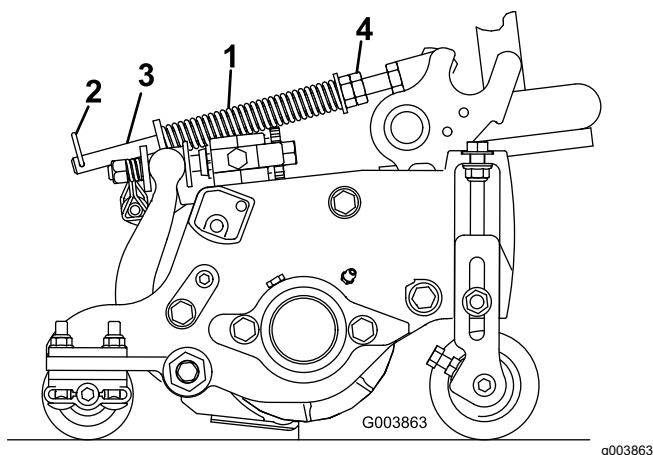

Figura 53
El muelle de compensación del césped (Figura 53) transfiere el peso del rodillo delantero al rodillo trasero. Esto ayuda a reducir el patrón de ondulación en el césped.
1. Asegúrese de que el pasador de horquilla esté instalado en el taladro trasero en la varilla del muelle (Figura 53).
2. Apriete las tuerca hexagonales del extremo delantero de la varilla del muelle hasta que la longitud comprimida del muelle sea de 15,9 cm; consulte Figura 53.